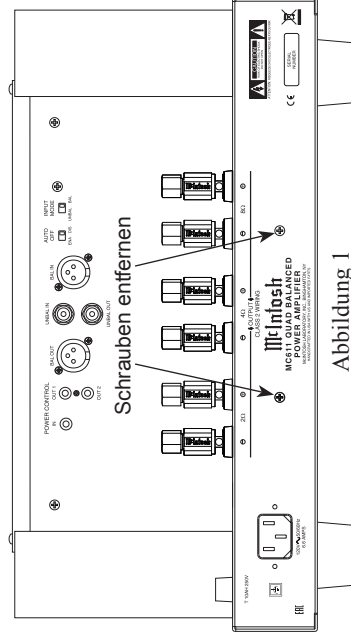

Abbildung 1
3. Entfernen Sie die beiden Schrauben an der Rückwand des MC611, indem Sie dazu ein geeignetes Werkzeug benutzen, und legen diese an einem sicheren Ort ab. Siehe Abbildung 1.